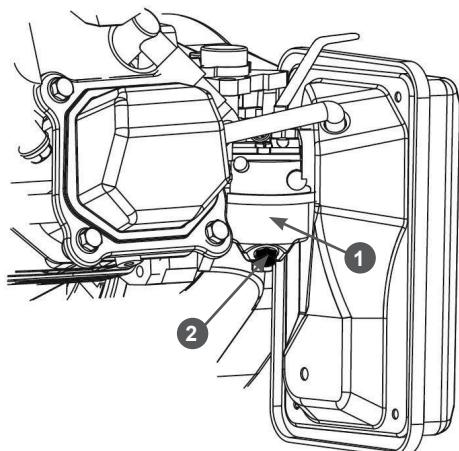

Рис. 18. Слив топлива из карбюратора
3. Открутите болт 2 на карбюраторе 1 (Рис. 18) и слейте топливо из поплавковой камеры в подготовленную для этого емкость.
- Слейте топливо из топливного бака и карбюратора (Рис. 18).